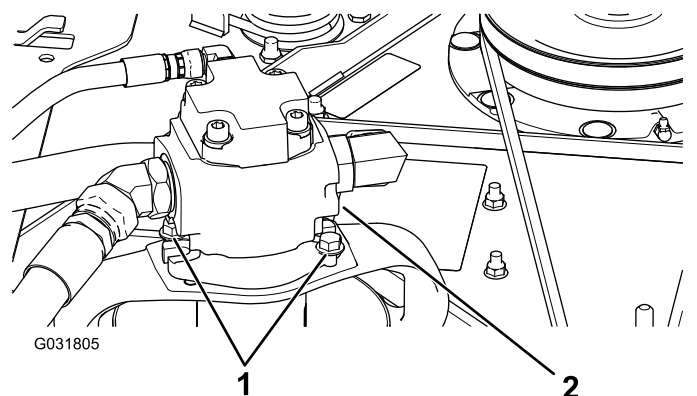

Figura 122
5. Retire os parafusos que fixam o motor hidráulico à plataforma do cortador (Figura 122).
3. Retire os parafusos que fixam o motor hidráulico à plataforma do cortador (Figura 122).